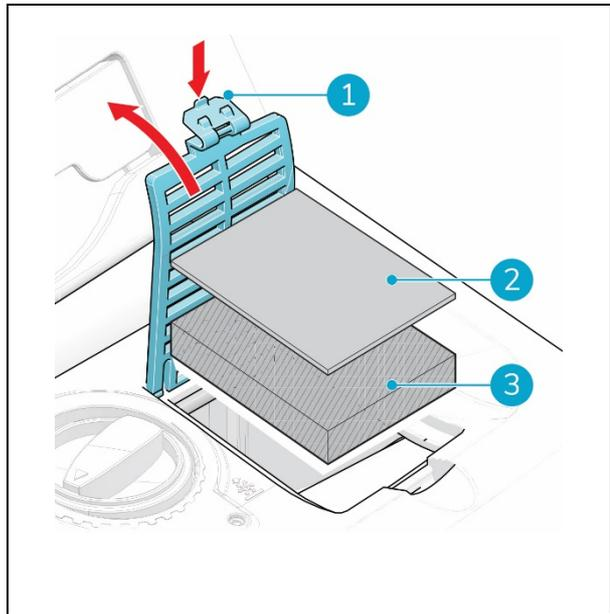

Figura 23
1. Apri il coperchio (Figura 23, pos 1).
2. Rimuovere il vecchio cotone dell'uscita dell'aria in feltro (Figura 23, pos 2).
3. Rimuovere la vecchia uscita dell'aria in feltro (Figura 23, pos 3).